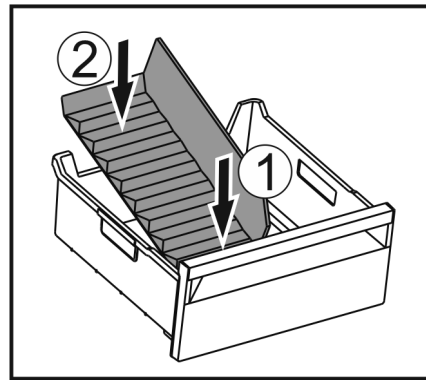

Fig. 139
- Vložte prednú časť oddelovača zásuvky na ľad. Fig. 139 (1)
- Spustite zadnú časť oddelovača zásuvky na ľad až na dno zásuvky. Fig. 139 (2)